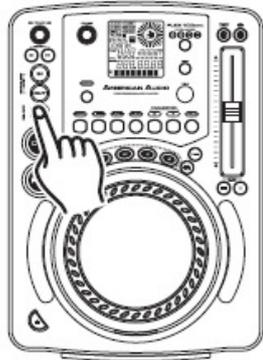

Figure 22
Merci de noter que seule la fin d'une boucle peut être modifiée. Vous pouvez la raccourcir ou la rallonger à votre gré. Vous devez bien entendu créer une boucle parfaite afin de la modifier. Si vous n'en avez pas créée, suivez les instructions mentionnées au chapitre 10 afin de créer une boucle. Si vous en avez créé une, appuyez sur le bouton *RELOOP*(22) afin d'activer votre boucle parfaite (Figure 22) si vous ne l'avez pas encore activée. Pour modifier la fin d'une boucle parfaite :
1) Appuyez sur le bouton *Press the OUT*(23) pour revenir à une lecture normale à partir du point de *CUE* de la boucle. Cela désengagera le mode boucle parfaite et vous permettra de modifier la fin de la boucle.